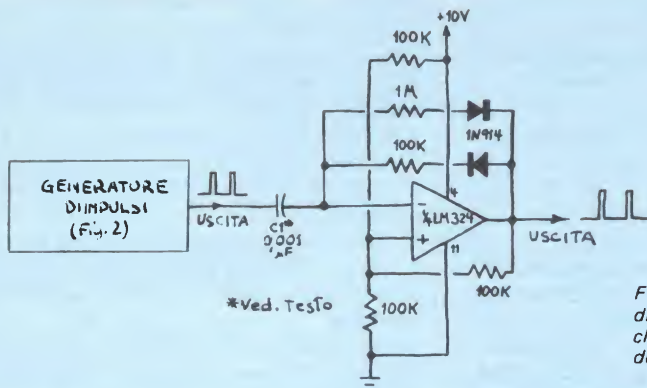

Fig. 4 - Circuito generatore di impulsi sincronizzato che fa uso di un quarto del circuito integrato LM324.
2) - *Generatore di impulsi doppio con segnali di uscita sincronizzati e con due frequenze di ripetizione indipendenti* - I collegamenti da effettuare su due degli amplificatori operazionali contenuti nel circuito integrato LM324 per realizzare questo tipo di funzionamento sono indicati nella *fig. 4*. Un circuito come questo trova impiego nella musica elettronica, negli apparecchi per la sintesi della frequenza e per la divisione di frequenza.